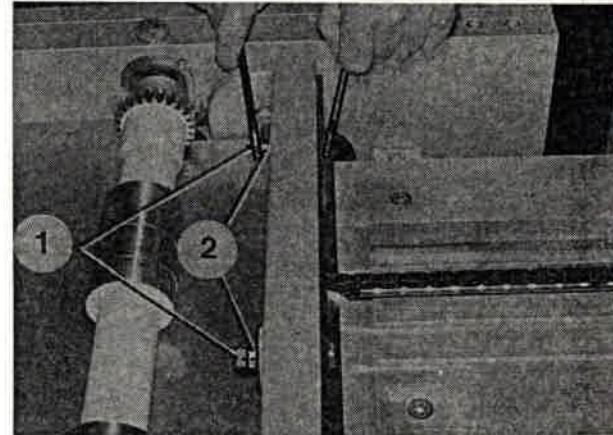

Bild 268
4. Zum kompletten Auswechseln der Schneidemesser Gegenmuttern (Bild 268/1) und Sechskantmuttern (Bild 268/2) unter Gegenhalten des Federbolzens abschrauben, Unterlagscheiben und Druckfedern abnehmen.